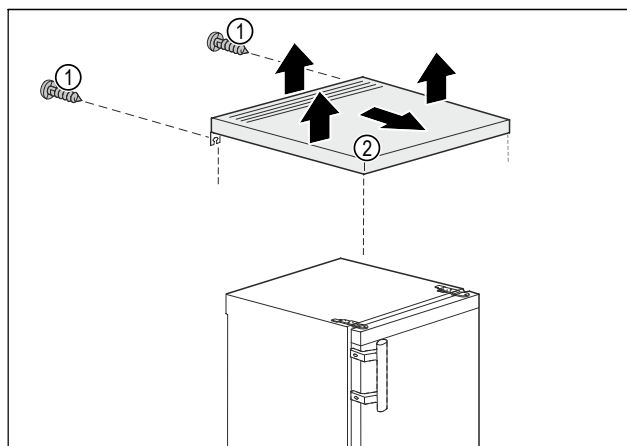

Fig. 3
- Odstraňte šrouby Fig. 3 (1) na zadní straně.
- Zvedněte stolovou desku Fig. 3 (2) vzadu.
- Stolovou desku Fig. 3 (2) posuňte dopředu.
- Stolovou desku Fig. 3 (2) vyjměte nahoru.
- Stolová deska Fig. 3 (2) je odstraněná.